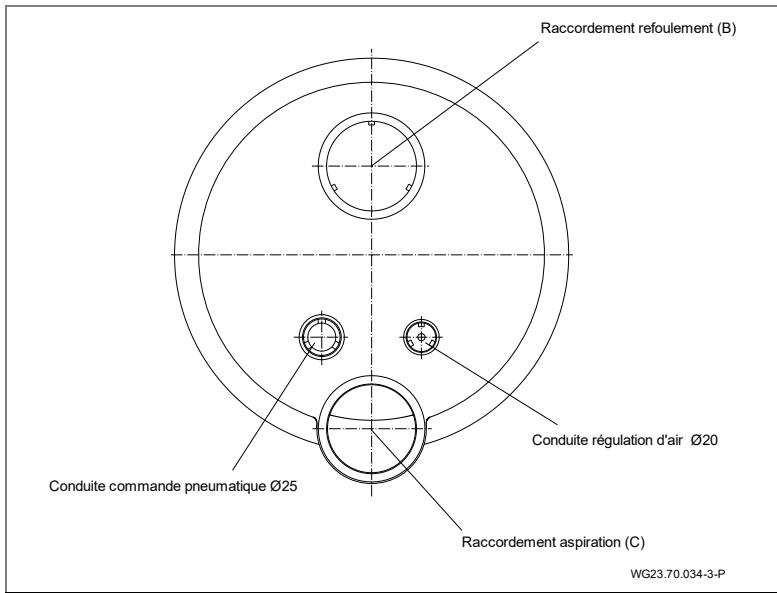
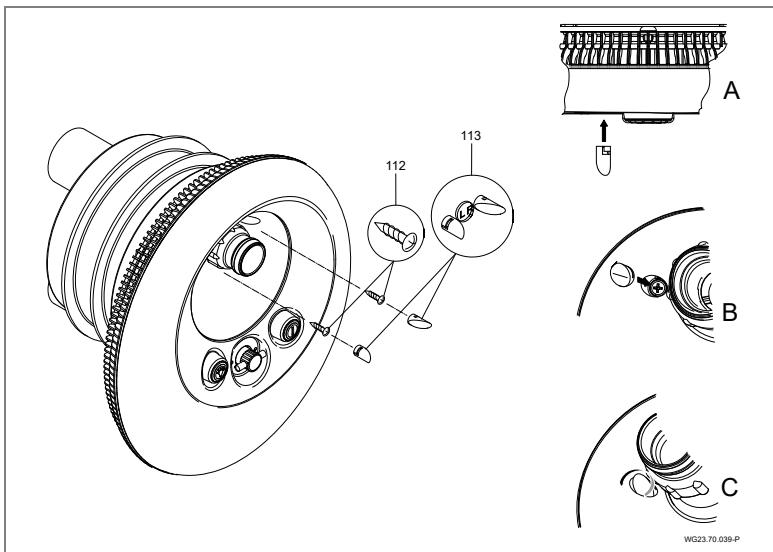

Fig. 16
Fig. 21
1. Coller la gaine de protection des câbles et de la gaine de la conduite d'air. (Fig. 16)
10. Fixer les enjoliveurs dans le capot de lumière (110) en procédant de la manière représentée sur la fig. 16 A-C. Employer les bons enjoliveurs pour la gauche (L) et la droite (R). (Fig. 21)
1. Desserer l'écrou (20).
4. Déverrouiller le couvercle (113). Voir "Fig. 21", page 36.
5. Desserrer la vis (112) et enlever le couvercle d'éclairage (110).
6. Desserrer la vis (49) et enlever la face inox (93).
7. Desserer la vis (95) et enlever le boîtier d'aspiration (107).
8. Desserer la vis (52). Enlever la bague de serrage (28) et son joint (27).